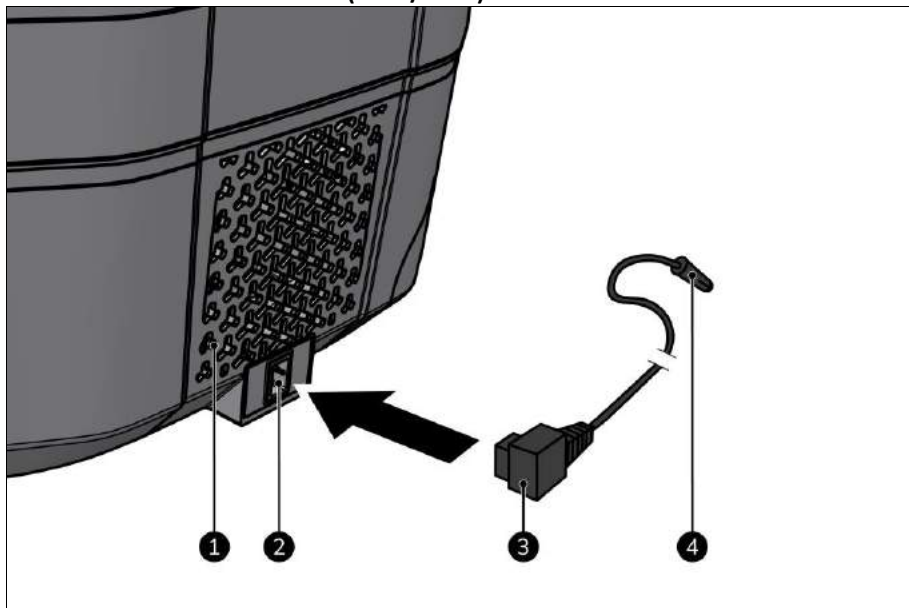

Figure 6
2. Assurez-vous que les trois grilles de ventilation (Figure 6, pos. 1) disposent d'au moins 5 cm d'espace de ventilation.
3. Placez le connecteur électrique (Figure 6, pos. 3) dans l'alimentation électrique de l'appareil (Figure 6, pos. 2).
4. Placez la fiche d'alimentation électrique auxiliaire (Figure 6, pos. 4) dans une alimentation électrique auxiliaire 12 V ou 24 V facilement accessible dans un véhicule ou un navire.